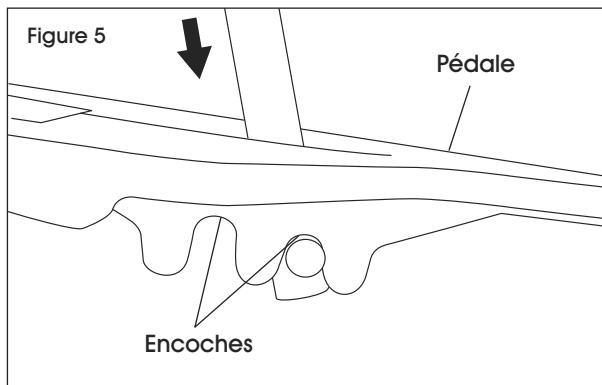

Figure 5
2. Insérez l'extrémité en forme de T dans la fente ouverte de la pédale et tournez pour la verrouiller dans les petites encoches situées sous la pédale. (Voir Figure 5)